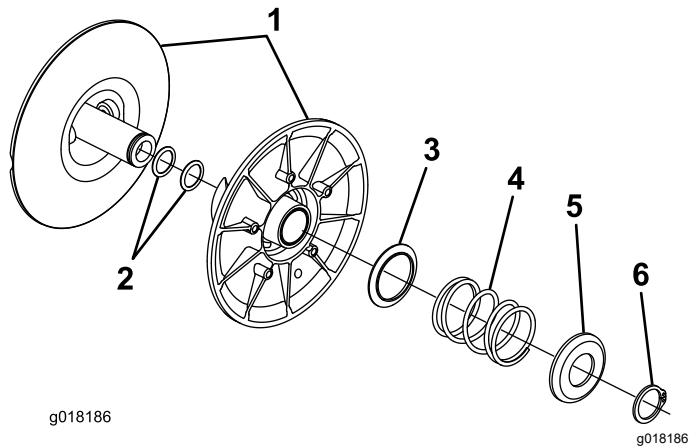

Figura 10
6. Invertite la frizione (Figura 10).
- della molla esterno e la molla verso l'interno, alleviando la pressione sull'anello di ritenuta (Figura 10).
9. Separate le 2 metà della frizione (Figura 10).
10. Collocate uno spessore sull'albero della frizione (Figura 10).